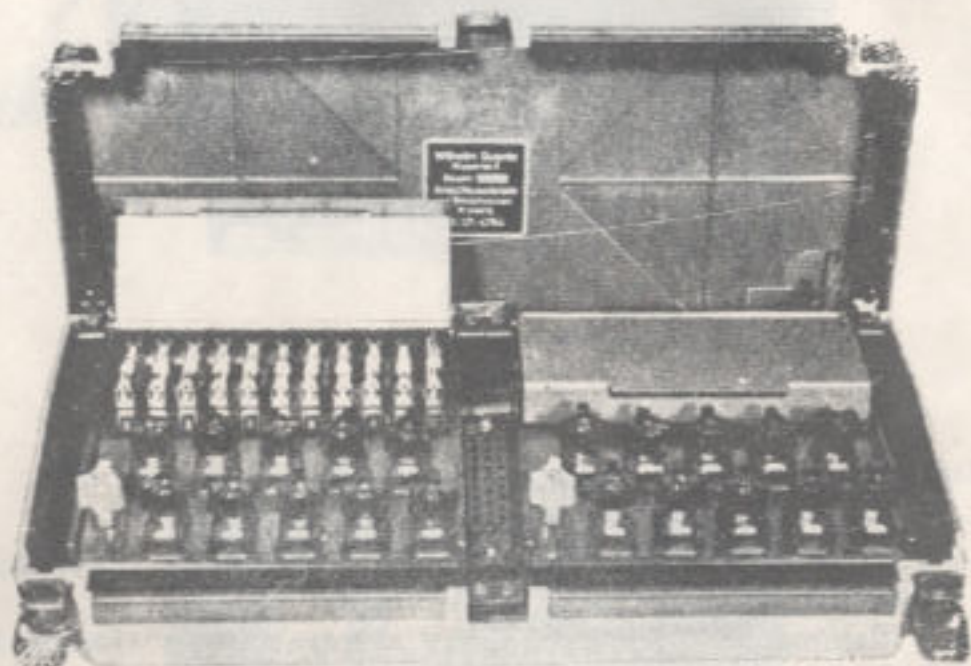

Fig 15
17. *Linjetilkoblingskassen* (fig 15) består av en kasse av kunststoff, som inneholder 2 linjetilkoblingslister og er forsynt med et deksel som kan slås opp og da blir holdt på plass av to låseklemmer. Hver koblingsliste er forsynt med 10 klemmeapar for tilkobling av abonnentlinjene, 10 spenningssikringer (lynavedere), en reservesikring og en jordklemme.